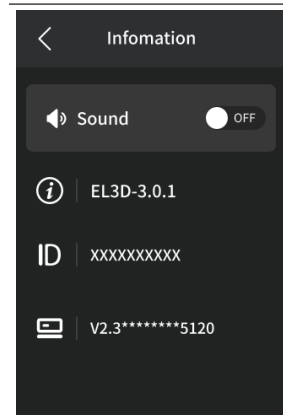
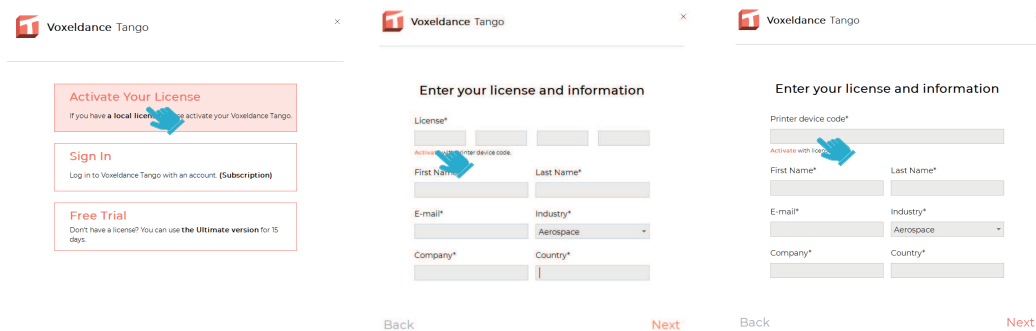

Abbildung 6: Die Drucker-ID auf dem Bildschirm „Information“
Abbildung 7: Aktivierung von Voxeldance Tango
1. Starten Sie nach der Installation die Software und wählen Sie **Activate your license – Activate with printer hardware code** (siehe Abbildung 7). Tippen Sie am Drucker auf **Settings – Information**, um die ID des Druckers anzuzeigen (siehe Abbildung 6). Geben Sie diese 10-stellige ID in das Feld **Printer Hardware Code** der Software ein, füllen Sie die übrigen Angaben aus und schließen Sie die Aktivierung ab.